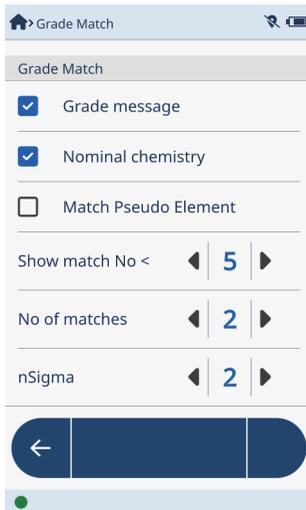

图 2-57 牌号匹配屏幕上的牌号匹配区域
- **Grade Match**（牌号匹配）（参见第72页的图 2-57），在这个区域中，用户可以进行以下操作：